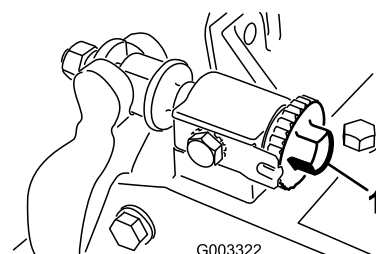

Рисунок 26
1. Ослабьте контакт барабана с неподвижным ножом, поворачивая регулирующие ручки неподвижного ножа (Рисунок 26) против часовой стрелки до исчезновения контакта.